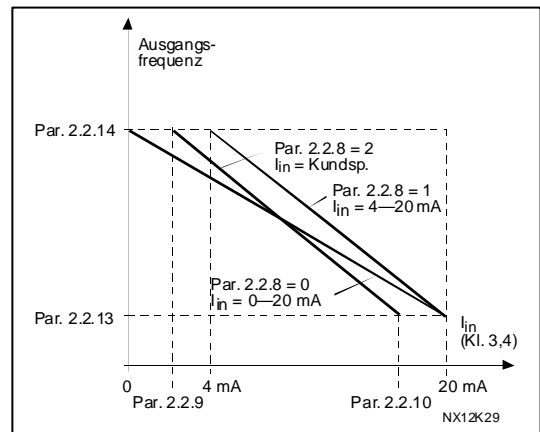

Abbildung 4- 9. Inversion des AI2-Signals
**2.2.11 Analogeingang AI2 ( $I_{in}$ ), Inversion**Parameter 2.2.11 = 0,  $I_{in}$ -Eingangssignal wird nicht invertiert.Parameter 2.2.11 = 1,  $I_{in}$ -Eingangssignal wird invertiert (siehe Abbildung 4- 9).Höchstwert  $I_{in}$ -Signal = Kleinste DrehzahleinstellungMindestwert  $I_{in}$ -Signal = Größte Drehzahleinstellung